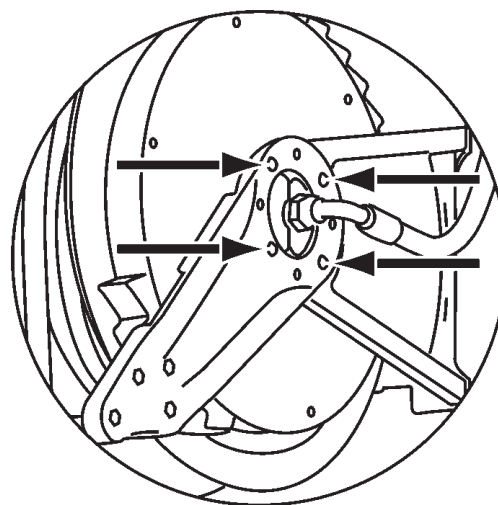

Fig. 5
3. Unscrew the fixing screws (fig. 5).
3. Afloje los tornillos del brazo superior (fig. 5).
3. Desserrez les vis sur la partie supérieure du bras (fig. 5).
3. Lösen Sie die Befestigungsschrauben (Fig. 5).